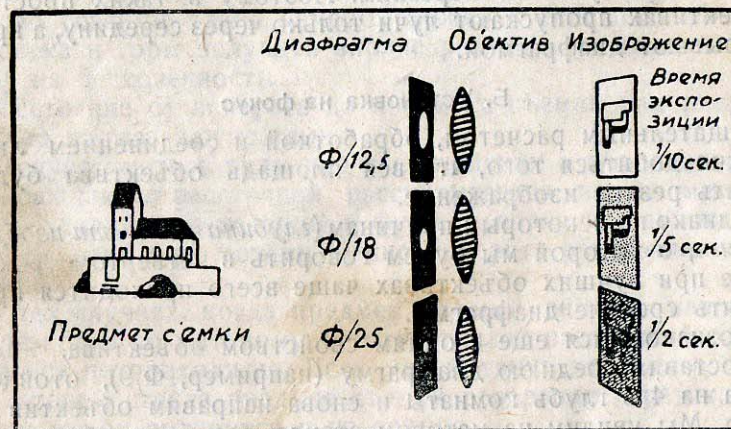

Рис. 16. Чем меньше применяемая диафрагма, тем темнее получается изображение на пластинке и тем продолжительнее должна быть экспозиция.
Направим теперь объектив камеры снова на окно, получим резкое изображение и, наблюдая за ним на матовом стекле, станем последовательно менять размер диафрагмы. Мы убедимся, что величина *всего изображения и отдельных частей его остается неизменной при всех диафрагмах, однако степень яркости изображения различна: она тем больше, чем больше отверстие диафрагмы* (рис. 16). Когда
6. Наконец, для продолжительности экспозиции имеет значение наиболее легко поддающаяся учету *величина отверстия диафрагмы* (о чем подробно было сказано в предыдущем уроке и что наглядно видно на рис. 16). Чем меньше взятое отверстие диафрагмы, тем менее ярким получается изображение на пластинке; это следует компенсировать более продолжительным действием изображения, т. е. более продолжительной экспозицией (рис. 22).